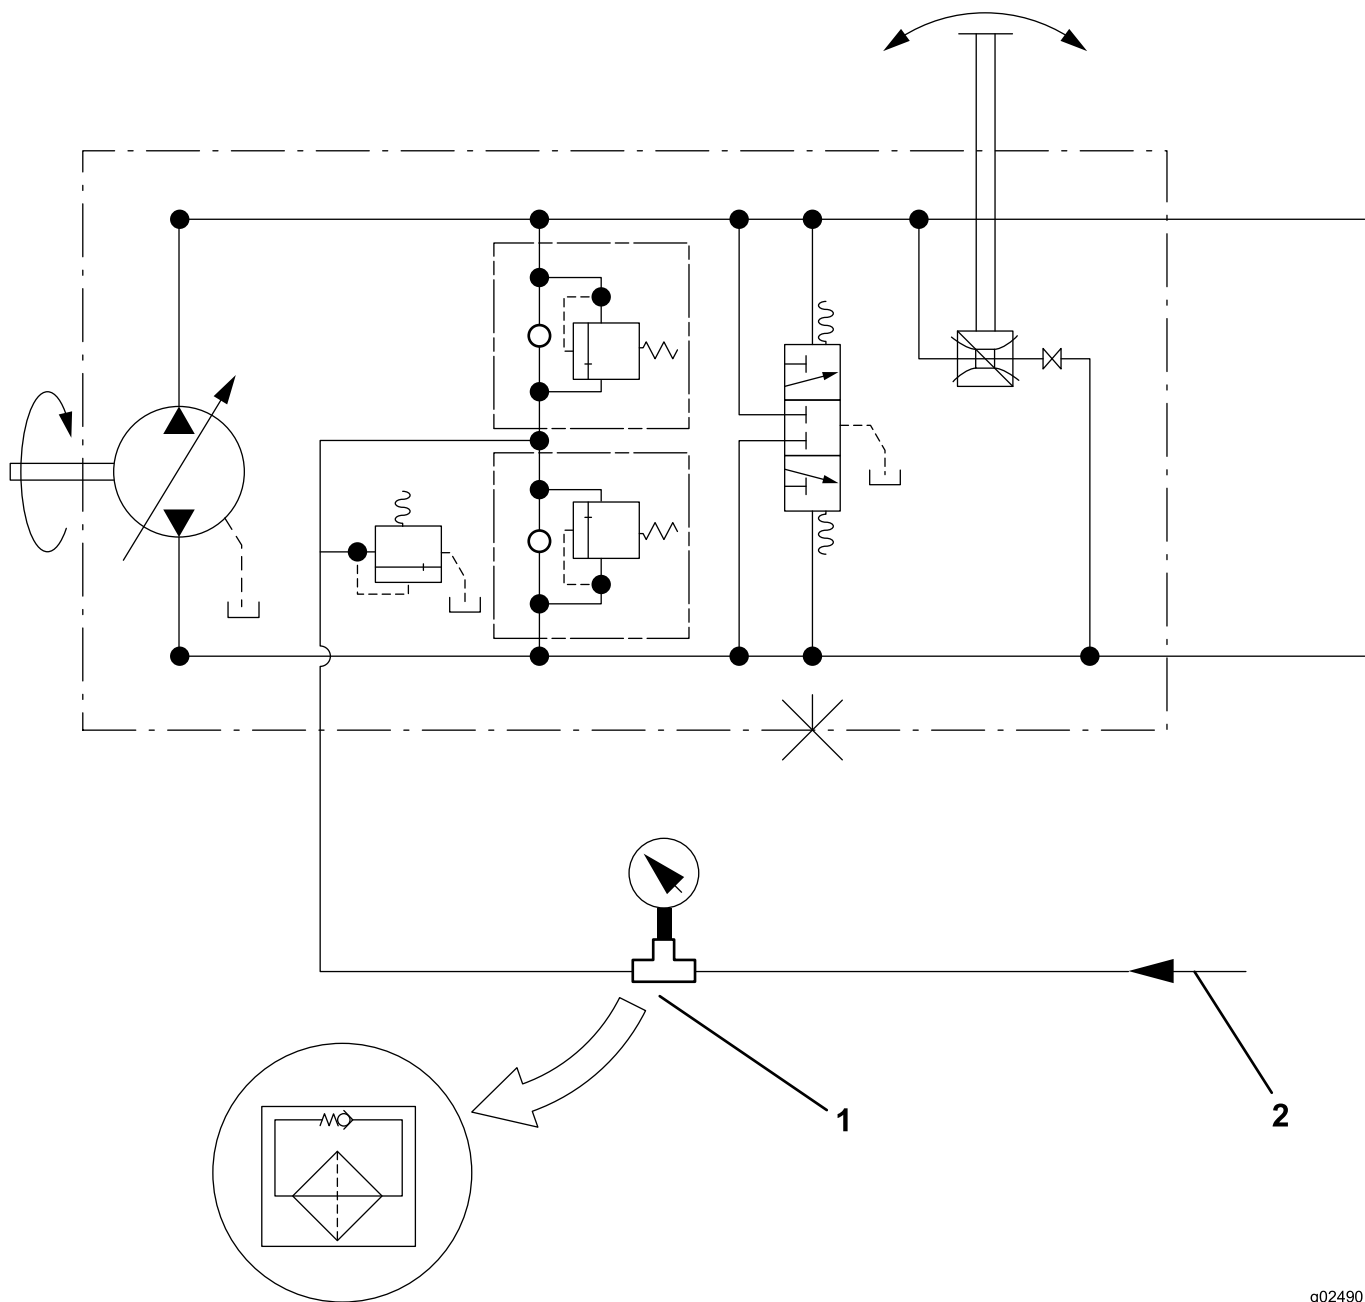

図 5
4. 図 5に示すように、小さい方のチャージ油圧フィルタヘッド・アセンブリを外して、500 psi (34,47 bar) の油圧計をチャージ供給チューブにインラインに取り付ける。油圧計がフローメータと一体になっている場合には、この後にテストを実施する前に、フローメータが全開状態であることを確認すること。